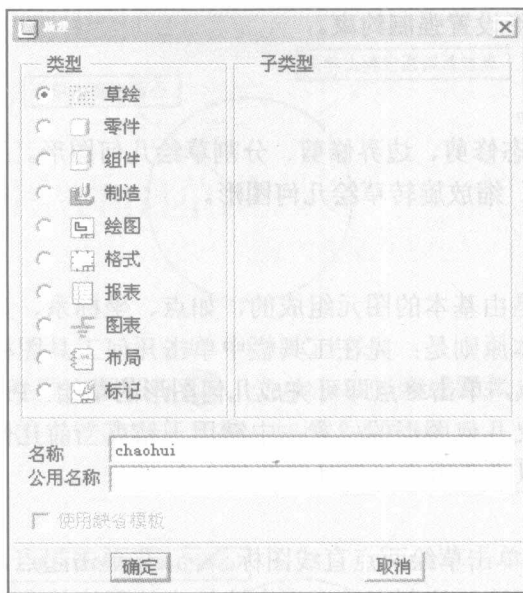

图 2-1 “新建”对话框
- (1) 单击新建文件按钮 , 将出现如图 2-1 所示的“新建”对话框。
- (2) 在对话框中选择  草绘按钮。
- (3) 在“名称”对话框中输入草图名,单击“确定”按钮即可进入草绘环境。